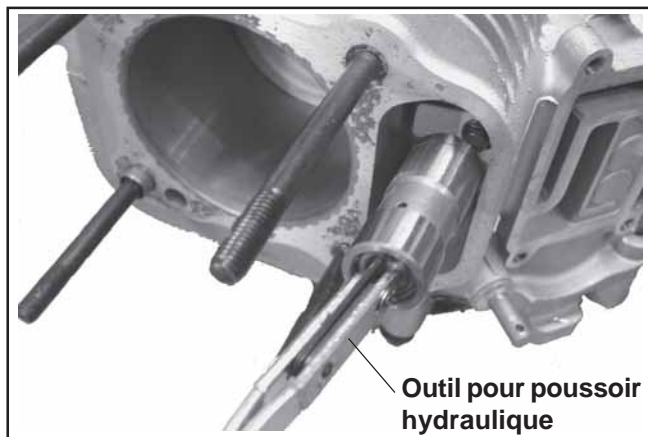

Figure 9-38. Dépose des poussoirs hydrauliques.
- Retirer les poussoirs hydrauliques de leurs trous de montage. Utiliser l'outil pour poussoirs hydrauliques (SPX n° d'art. KO1044). Ne pas utiliser d'aimant pour retirer les poussoirs. Marquer l'emplacement des poussoirs hydrauliques (admission, échappement et cylindre 1 ou 2). Les poussoirs hydrauliques doivent toujours être remontés dans la même position. Voir la Figure 9-38.